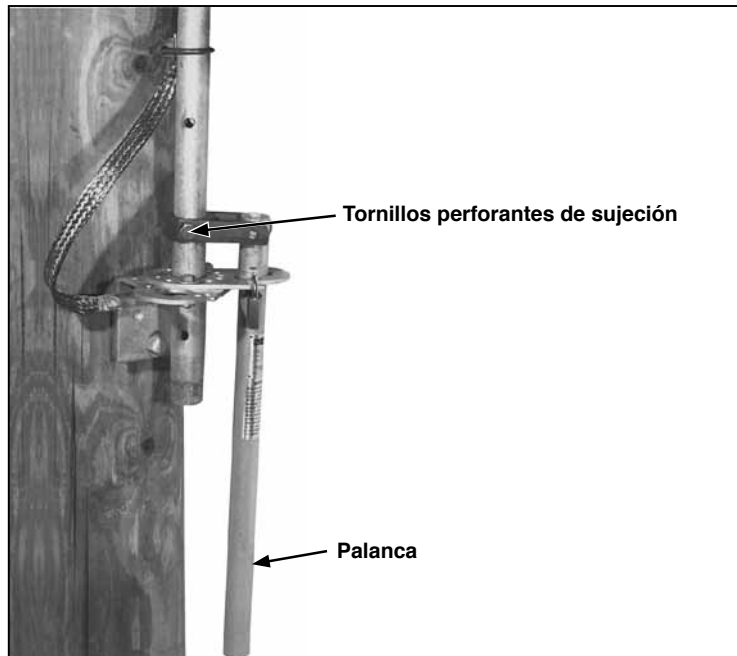

Figura 21. Conjunto de la chumacera base y conjunto de la palanca de operación.
- b. Instale el conjunto de la palanca de operación en la sección más baja del tubo de operación vertical en la ubicación que se indica en el plano de montaje. Asegúrese de que la punta del tornillo perforante de sujeción en el conjunto de la palanca de operación no sobresalga al momento de instalar dicho conjunto en el tubo de operación vertical. Cuando la palanca de operación ya esté en su lugar, apriete el tornillo perforante de sujeción en el conjunto de la palanca de operación, atravesando el tubo, y siga girándolo hasta que se sienta una resistencia firme. Vea la Figura 21.